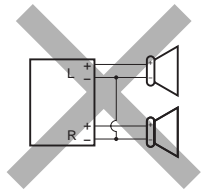
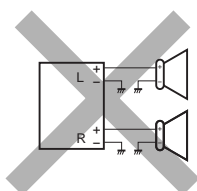
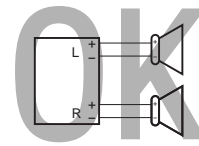

Fig. 1
Fig. 2
Fig. 3
- **If the speaker wiring in your car is as illustrated in Fig. 1 and Fig. 2 below, DO NOT** connect the unit using that original speaker wiring. If you do, the unit will be seriously damaged. Redo the speaker wiring so that you can connect the unit to the speakers as illustrated in Fig. 3.
- **If the speaker wiring in your car is as illustrated in Fig. 3,** you can connect the unit using the original speaker wiring in your car.
- **Si el conexionado de altavoz de su automóvil es como se indica en las Figs. 1 y 2 de abajo,** NO conecte la unidad utilizando ese conexionado de altavoz original. Si lo hace, se producirán daños graves en la unidad. Vuelva a efectuar el conexionado de altavoz de manera que pueda conectar la unidad a los altavoces de la manera indicada en la Fig. 3.
- **Si el conexionado de altavoz de su automóvil es como se indica en la Fig. 3,** podrá conectar la unidad utilizando el conexionado de altavoz original de su automóvil.
- **Si le câblage des enceintes de votre voiture est réalisé comme montré sur la Fig. 1 ou Fig. 2 ci-dessous, NE CONNECTEZ PAS** l'appareil en utilisant ce câblage original d'enceintes. Si vous le faites, l'appareil sera sérieusement endommagé. Recommencez le câblage des enceintes de façon que vous puissiez connecter l'appareil aux enceintes comme montré sur la Fig. 3.
- **Si le câblage des enceintes de votre voiture est comme montré sur la Fig. 3,** vous pouvez connecter l'appareil en utilisant ce câblage original d'enceintes pour votre voiture.